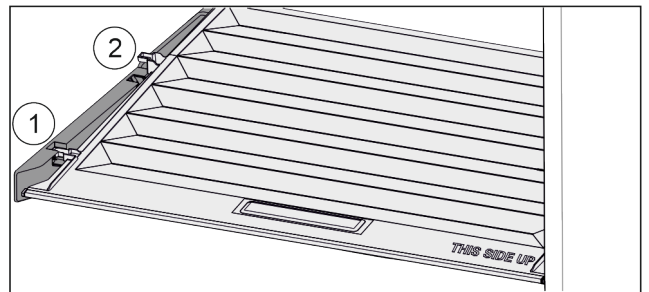

Fig. 114
- ▶ Tirare in avanti il coperchio fino all'apertura nei fermi Fig. 114 (1).
- ▶ Sollevare posteriormente dal basso e togliere verso l'alto Fig. 114 (2).